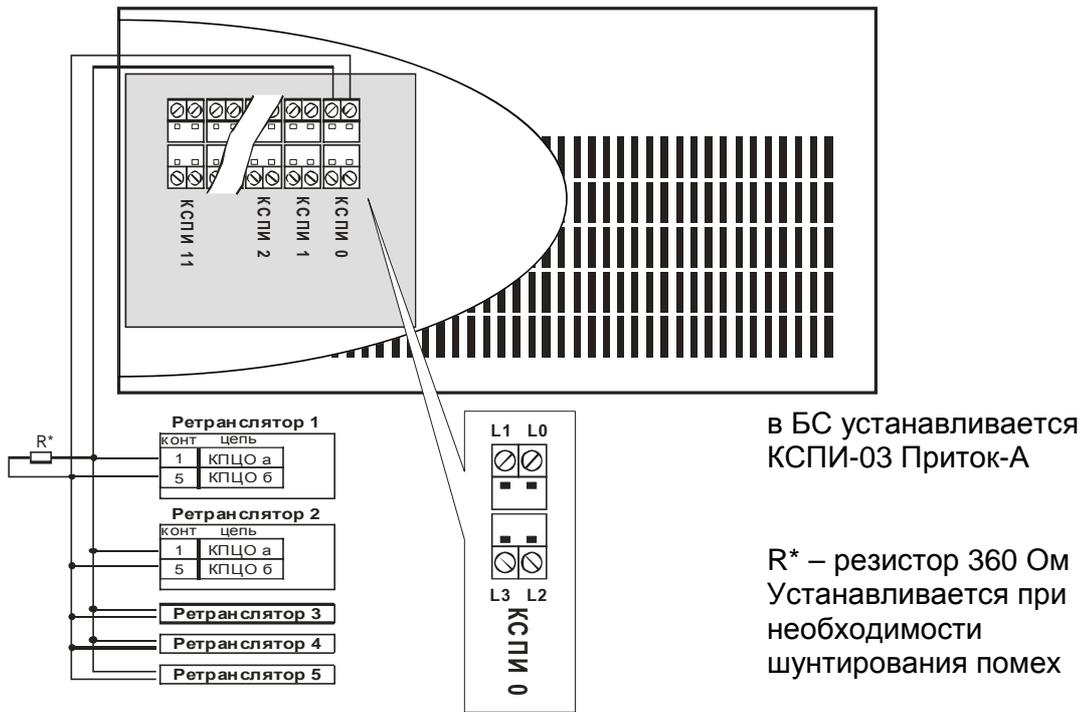

Рисунок 4.2 – Подключение ретрансляторов Приток –А-Ю, Приток –А-Ю–Ц к блоку сопряжения.
- рисунок 4.2 – Подключение ретрансляторов Приток –А-Ю, Приток –А-Ю-Ц;